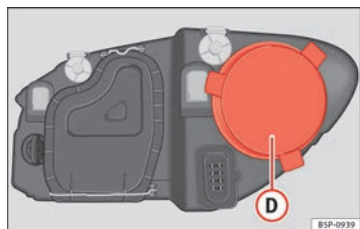

Fig. 188 Luz de población.
- Retire la tapa ⇒ fig. 188 ① tirando de la misma.